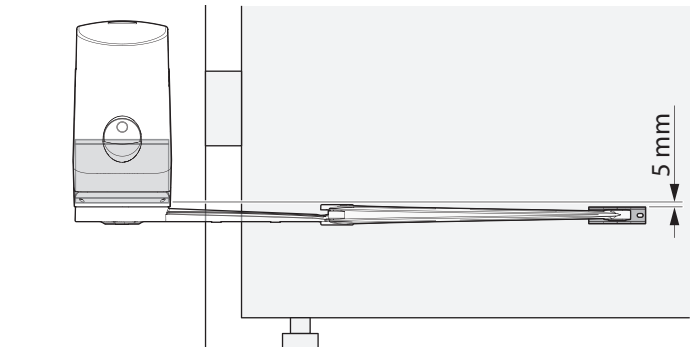

Abb. 4
⚠ ACHTUNG! – Stellen Sie vor der Befestigung des hinteren Bügel sicher, dass der Befestigungsbereich des vorderen Bügel in den soliden Bereich des Torflügels fällt, da dieser Bügel in einer anderen Höhe als der hintere Bügel befestigt werden muss (**Abb. 4**).
02. die Höhe, in der der vordere Bügel positioniert wird, mit Bezug auf **Abb. 4** festlegen;